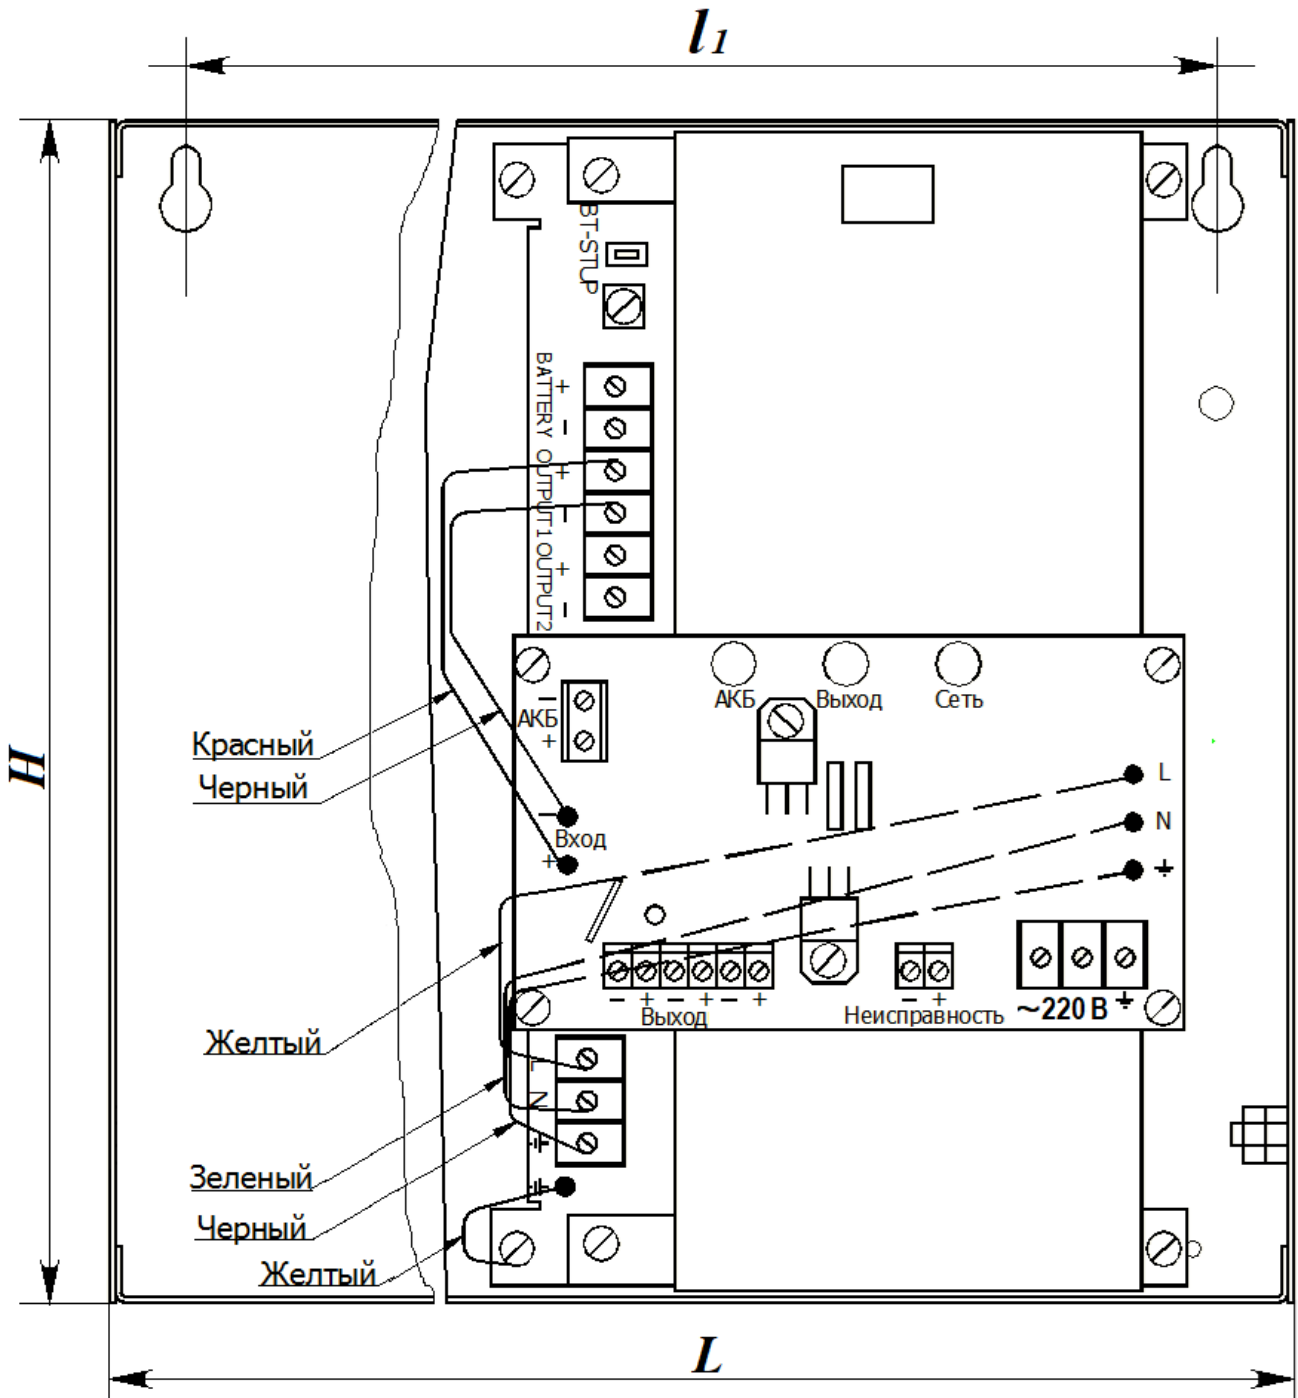

Рисунок 1 - Общий вид БРП со снятой крышкой
- и) соединить контакты «+» и «-» внешней аккумуляторной батареи (только для БРП-И-12-10) с контактами «+» и «-» колодки АКБ, расположенной на плате БРП (см. рисунок 1).